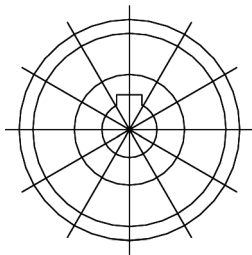

图 5-41 绘制直线和圆
1) 先使用“圆”命令绘制 4 个同心圆和中心孔键槽；使用“直线”和“旋转”命令复制出射线，结果如图 5-41 所示。